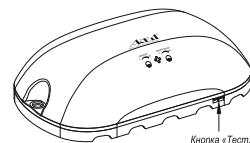
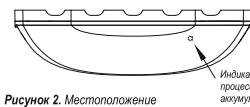

Рисунок 1. Внешний вид светильника
Рисунок 2. Местоположение
Светильник светодиодный энергосберегающий 75-009-IP30-SENSOR-EM с датчиком освещённости и акустическим датчиком (рис.1)
состоит из корпуса, светодиодного модуля, датчика освещённости, акустического (шумового) датчика, многорежимного электронного реле времени и электронного силового ключа (рис.1). Принцип работы изделия состоит в оценке уровня акустического шума, освещённости, и, на основании сделанной оценки, а также заданного режима работы, увеличении или уменьшении яркости светодиодов, либо полном их выключении. Изделие оснащено многорежимным электронным реле времени с функцией перезапуска при появлении сигнала от акустического датчика до истечения заданного времени освещения. Функция перезапуска обеспечивает комфортное нахождение человека в зоне действия акустического датчика продолжительное время. При падении напряжения питающей сети светильник автоматически переходит в режим автономной работы от аккумуляторов, установленных в аккумуляторный отсек светильника. При возобновлении питания от сети светильник возвращается в прежний режим работы, а аккумуляторы заряжаются. Индикация процесса заряда аккумуляторов обеспечивается светодиодом жёлтого цвета, установленном сбоку светильника (рис.2). После завершения заряда светодиод гаснет.
- 5.1 Для быстрой проверки аккумуляторов следует нажать кнопку «Тест» (рис.1), и удерживать в течение 30 секунд, при этом основная секция светодиодов погаснет и светильник перейдёт на питание от аккумуляторов. Свечение светодиодов аварийного режима свидетельствует об исправности аккумуляторов, при отсутствии свечения аккумуляторы следует заменить. Перед проверкой исправности аккумуляторов светильник должен быть подключен к питающей сети не менее 12 часов.